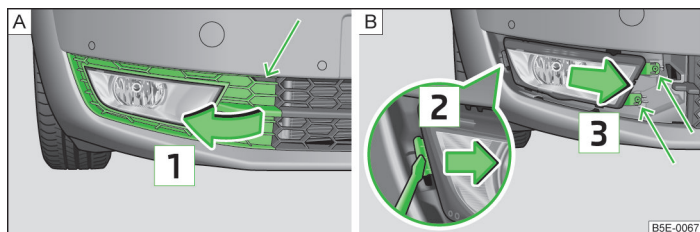

Fig. 226 Bara de protecție față: Grilaj de protecție / demontare faruri ceață
- Desprindeți grilajul de protecție în zona săgeții » fig. 226 - **A** cu ajutorul etrierului pentru extragerea capacelor integrale de roți » pagina 242, Trusa de scule.
- Deșurubați farul de ceață » fig. 226 - **B** folosind șurubelnița din trusa de scule.
- La remontare, introduceți farul de ceață în sens contrar săgeții **3** » fig. 226 și înșurubați-l.